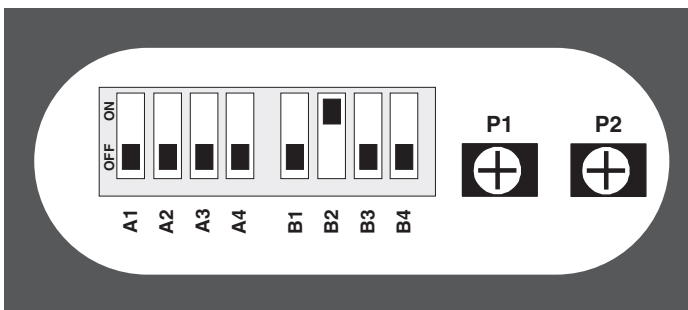

Fig. 17
**Réglages sur la carte** (fig. 17) :